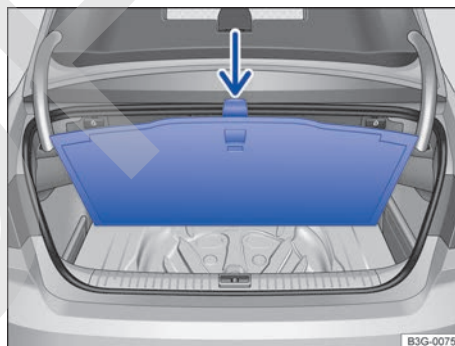

Fig. 142 En el maletero: piso del maletero enganchado.
- Enganche el piso del maletero en la junta del borde superior del maletero con el gancho integrado en el asidero → fig. 142 (flecha).